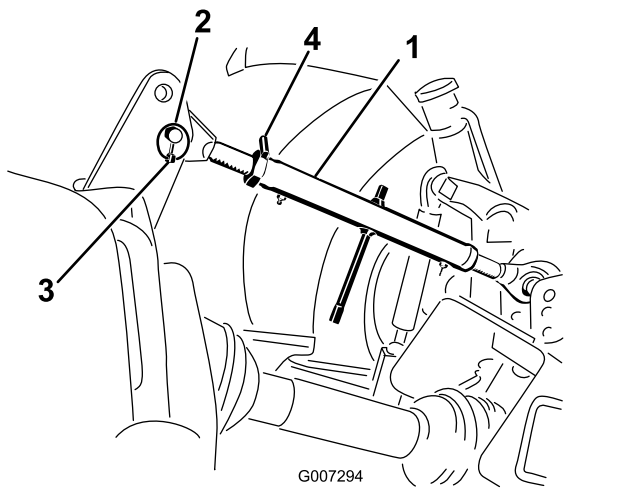

Figure 8
1. Insérez le bras d'attelage supérieur dans le trou inférieur du support et fixez-le avec l'axe d'articulation et la goupille à anneau (Figure 8).
3. Tournez le bras d'attelage supérieur pour le serrer. Ajustez-le jusqu'à ce que l'avant du cadre de l'aérateur soit à 90 degrés par rapport à l'horizontale (Figure 8).